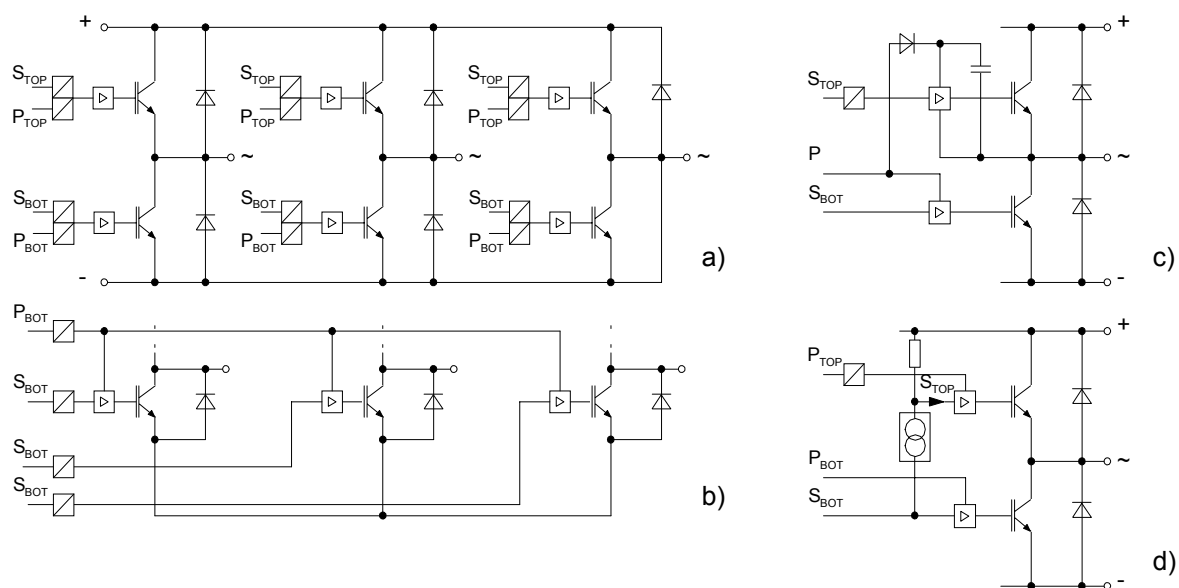

Рис.3.43 Принципы селекции сигнала и передачи энергии
В большинстве случаев сигналы передаются через оптические или трансформаторные (индуктивные) изоляторы потенциала или через квази-изоляторы потенциала, такие как цепи с длинными линиями или со сдвигом уровня. На рис.3.43 показана наиболее важная схема передачи сигнала и энергии.
На рис.3.43а общая конфигурация с изоляцией потенциала управляющих сигналов (S) и управляющей энергии (P), по одному на каждый драйвер. Такая конфигурация предпочтительней (кроме дешевых устройств), так как имеет низкую восприимчивость к помехам и минимальные взаимные влияния ключей.